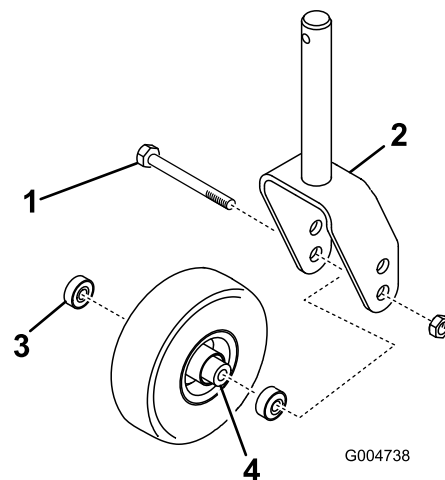

Figura 25
1. Togliete il dado di bloccaggio dal bullone che fissa la rotella orientabile alla forcella (Figura 25). Afferrate la ruota orientabile ed estraete la vite a testa cilindrica dalla forcella o dal braccio di rotazione.
2. Togliete il cuscinetto dal mozzo della ruota e lasciate cadere il distanziale del cuscinetto (Figura 25).